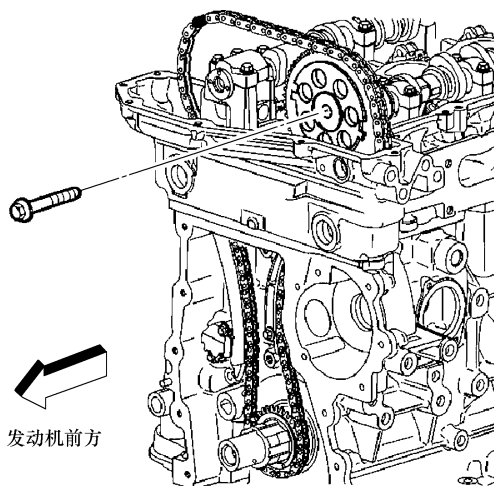

图 17-7 安装进气凸轮轴链轮螺栓
7) 按照图 17-7 所示, 换装新的进气凸轮轴链轮螺栓。将螺栓紧固至 $20\text{N} \cdot \text{m}$, 然后再将螺栓拧紧 100° 。